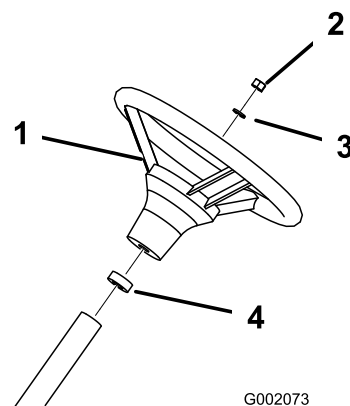

Figura 4
3. Fissate il volante sul piantone usando il dado (Figura 4). Serrate il dado a 24-29 Nm